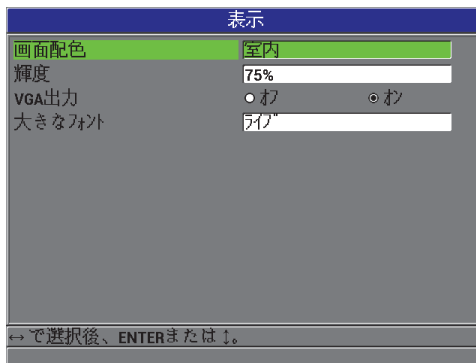

図 3-4 表示設定画面
2. 表示画面（53 ページ図 3-4 参照）で、希望のパラメータと以下のパラメータの値を選択します。